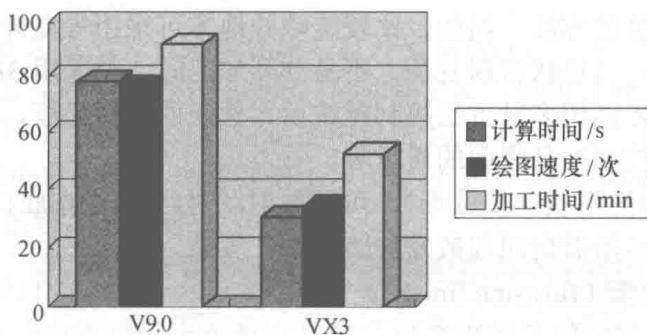

图 1-11 Mastercam V9.0 与 Mastercam VX3 的效率比较
7) Mastercam V9.0 与 Mastercam VX3 的效率比较。如图 1-11 所示，Mastercam VX3 的运行速度是 Mastercam V9.0 的 3 倍，绘图速度可达两倍，加工时间则缩短了 1/3 以上，所以 Mastercam X 版本的优势是显而易见。